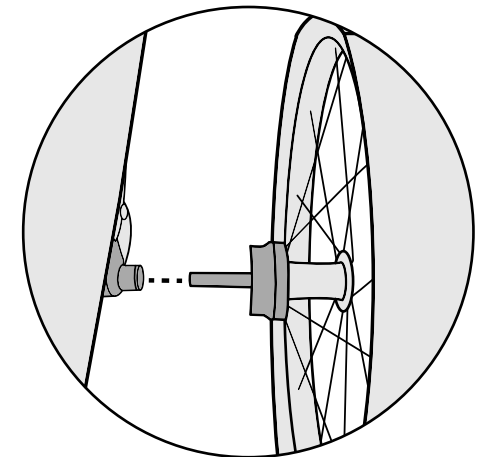

Abbildung 5
2. Radachse in Achsaufnahme einführen, dann den Knopf loslassen (Abbildung 5). Fest am Rad ziehen, um zu kontrollieren, dass die Achse ganz eingerastet ist.